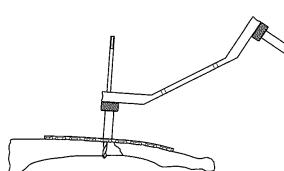

図3
- 1) 骨折部の整復後、プレートをあてがいイメージインテンシファイヤー（X線透視）を確認しながら、2.5ドリルNCPポジショナ又は2.5ドリルガイドを用いて、2.5ドリルにてドリル先端が反対側皮質から2mm程突出するまでドリリングします。（図3）